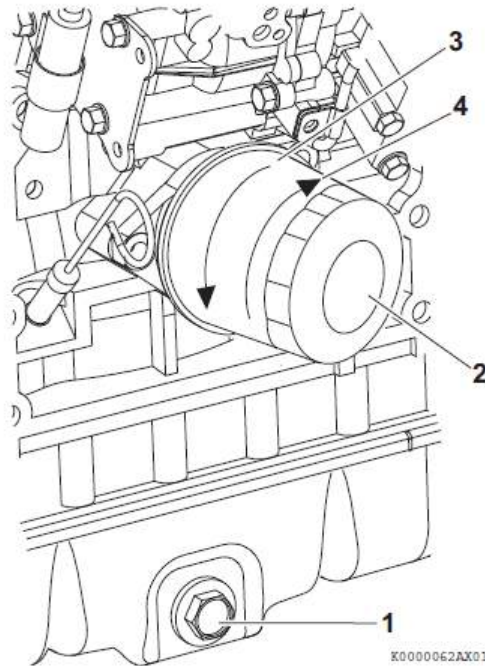

Рисунок 47
1. Поверните масляный фильтр двигателя (Рисунок 47 (2)) против часовой стрелки (Рисунок 47 (3)), используя ключ для масляного фильтра.
3. Осторожно накройте горловину новым масляным фильтром с маслом. Установите новый масляный фильтр вручную, поворачивая его по часовой стрелке (Рисунок 47 (4)), затяните вручную или используя ключ для масляного фильтра.